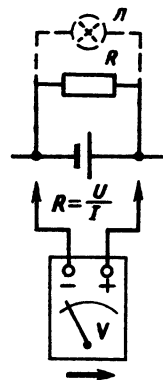

Рис. 59. Проверка гальванических батарей и сухих элементов с помощью вольтметра при подключенной нагрузке
**Проверка гальванических батарей и сухих элементов.** Проверку гальванических батарей и сухих элементов осуществляют с помощью вольтметра при подключенной нагрузке (рис. 59).